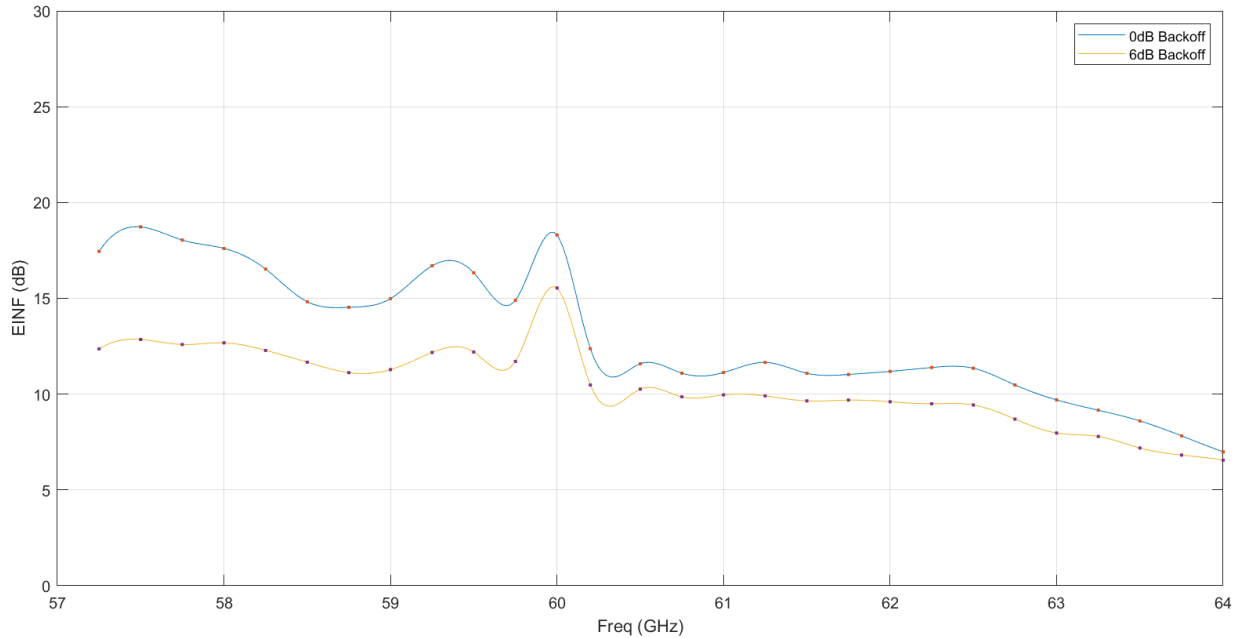

图 2-2. 在不同频率下启用单个 TX 时的平均 EINF
多个发送和接收对的这些影响可以整合在一起，从而显示射频频率下所有发送和接收天线的总体影响。图 2-2 显示了不同 TX-RX 组合的平均噪声系数。
- 选择 FMCW 线性调频脉冲的启动和停止频率 (带宽) 有助于减少耦合和降低噪声系数。如图 2-2 所示，61GHz 至 64GHz 频带的耦合比 57GHz 至 61GHz 频带的耦合更低。设定一个合理的线性调频脉冲来利用 61GHz 至 64GHz 频带部分有助于降低噪声系数。当地法规和其他注意事项可能会推动终端应用的频率选择，但根据前面的图形可以得出不同频带中的预期噪声系数。